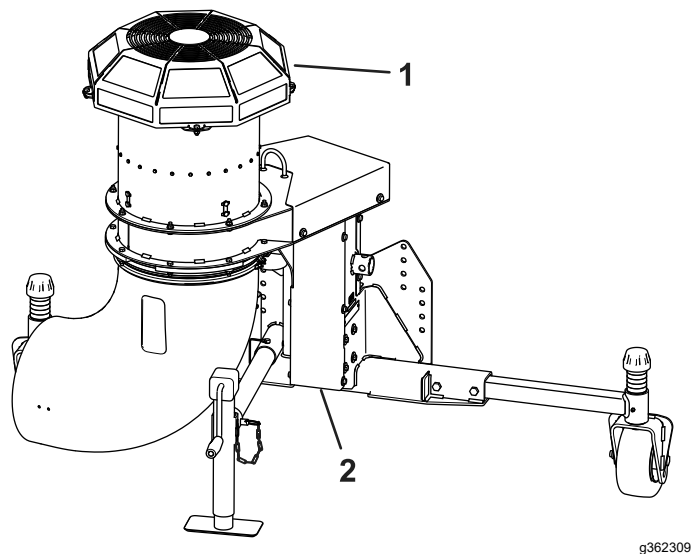

図 19
**重要**マシンを使用する時は必ずファンガードとギアケースガードがガードを正しく取り付けてください **図 19**。